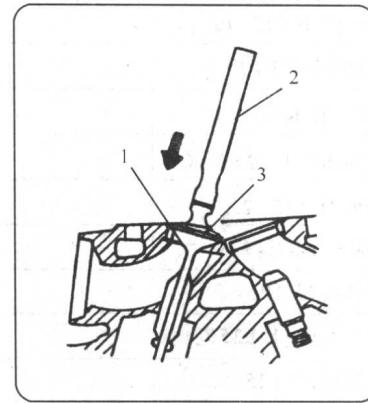

图1-4 检查气门座
4. 气门座的检修 检查时，先清除气门及气门座上的积炭，在气门座上均匀地涂抹一层薄薄的红印油，将气门放在气门座上，用气门研磨工具吸住气门头部轻轻地敲击气门（图1-4），勿旋转，敲击应准确；然后抽出气门，检查气门工作面上的接触痕迹，见